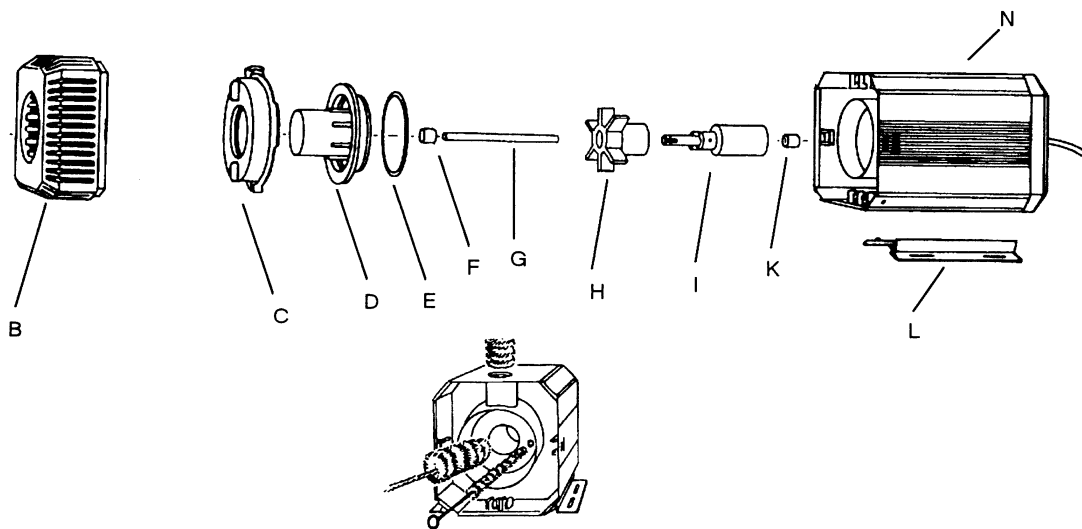

Abb. H-2: Pumpe reinigen
- Graues Pumpengitter (B) durch seitlich leichtes Zusammendrücken aus der Arretierung lösen und abziehen.
- Pumpendeckel (C) entriegeln und Pumpenteile gemäß Abb. H-2 herausnehmen.
- Pumpe wie in Abb. H-2 gezeigt mit Reinigungsbürste oder ähnlichem säubern.